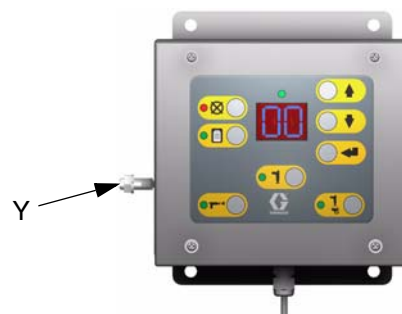

FIG. 24
Conecte un cable de conexión a tierra desde la lengüeta (Y) de tierra de la estación del operario a una tierra verdadera. FIG. 24.